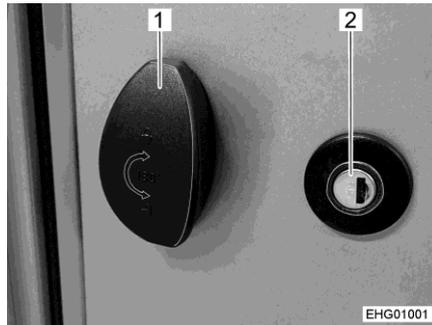

Fig. 54 Serrure du portillon avec poignée tournante
- Insérer la clé dans le barillet (Fig. 54,2) et la tourner d'un quart de tour. La serrure du portillon est déverrouillée.
- Tirer sur la poignée tournante (Fig. 54,1) et la tourner de 180° dans le sens inverse des aiguilles d'une montre. Le portillon extérieur est ouvert.
- Tourner la poignée tournante (Fig. 54,1) de 180° dans le sens des aiguilles d'une montre.
- Insérer la clé dans le barillet (Fig. 54,2) et la tourner d'un quart de tour. La serrure du portillon est verrouillée.